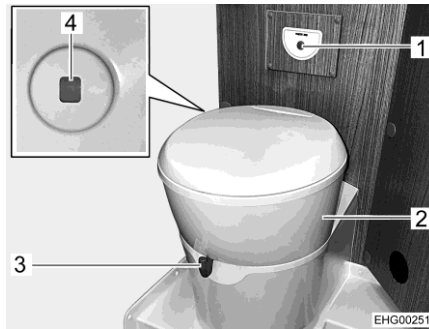

Bild 72 Toalett
Toalettskålen kan vridas till önskad position. Ta tag i toalettens överdel (Bild 72,2) med händerna och vrid.
Kontrollenheten med spolknappen (Bild 72,1) är placerad i närheten av toalettskålen.
Nivåindikeringen (Bild 72,4) ändrar färg från grönt till rött när latrintanken måste tömmas.
- Öppna spjället på toaletten före spolning. Skjut för detta spjällspaken (Bild 72,3) moturs.
- För att spola, tryck på den blå spolknappen (Bild 72,1).